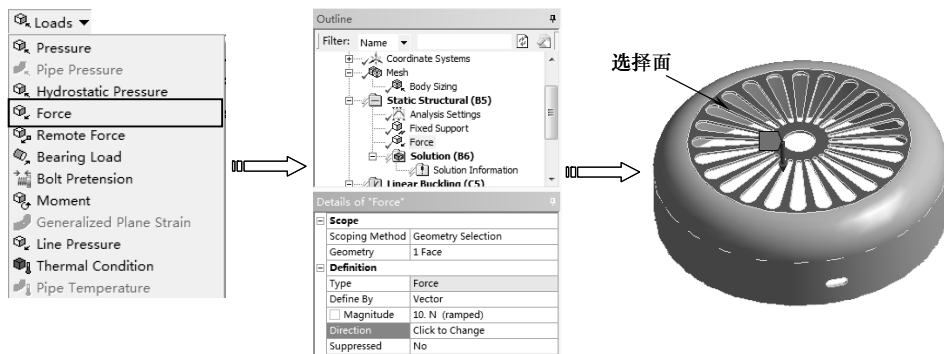

图 9-14 施加力
3) 单击【Environment】工具栏上的【Load】|【Force】命令，单击【图形】工具栏上的选择模式下的【Single Select (单选)】按钮 ，然后再单击【Face (选择面)】按钮 ，在【Details of “Force”】列表中单击【Scope】选项下的【Scoping Method】项，选择如图 9-14 所示表面。单击【Geometry】项中的【Apply】按钮，在【Magnitude】文本框中输入 10，如图 9-14 所示。